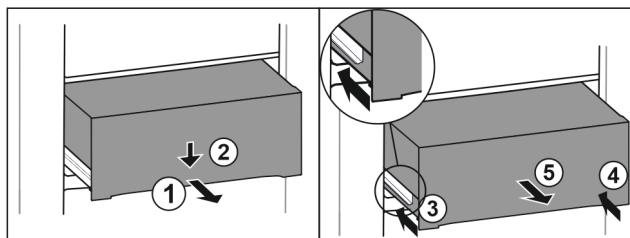

Fig. 125
- Zásuvku napůl vytáhněte. Fig. 125 (1)
- Stlačte zásuvku na přední straně dolů. Fig. 125 (2)
- Zasuňte levou kolejničku přibližně do 2 cm. Fig. 125 (3)
- Zasuňte pravou kolejničku přibližně do 2 cm. Fig. 125 (4)
- Vyjměte zásuvku dopředu. Fig. 125 (5)